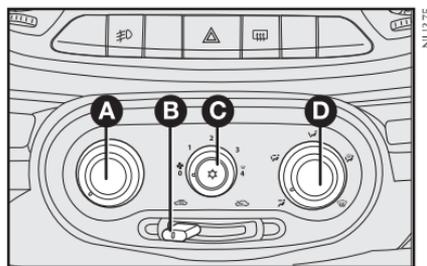

fig. 60
COMANDOS - fig. 60
1) Seletor para a temperatura do ar **A-fig. 60** totalmente posicionado à esquerda.
2) Seletor do ventilador **C-fig. 60** posicionado na velocidade máxima.
3) Seletor de distribuição do ar **D-fig. 60** apontado para ; controlar para que todas as saídas de ar estejam totalmente abertas.
4) Ligar o ar-condicionado apertando o seletor a partir da posição 1 **C-fig. 60** (a luz-espia no seletor irá acender).
O ar-condicionado é muito útil para acelerar o desembaçamento, pois desumidifica o ar. É suficiente regular os comandos para a função de desembaçamento e ativar o condicionador, apertando o seletor **C-fig. 60**.
1) Condicionador de ar ligado: seletor **C-fig. 60**.